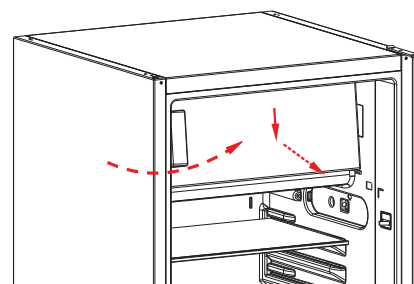

Fig. 9
- ▶ Réinstallez la porte sur le compartiment de congélation en la poussant légèrement inclinée du bas vers le haut (fig. 9). Veillez ce faisant à ce que le tenon de la partie supérieure de la porte soit bien inséré dans l'encoche de l'appareil et que le joint ferme hermétiquement sur le bord du compartiment.